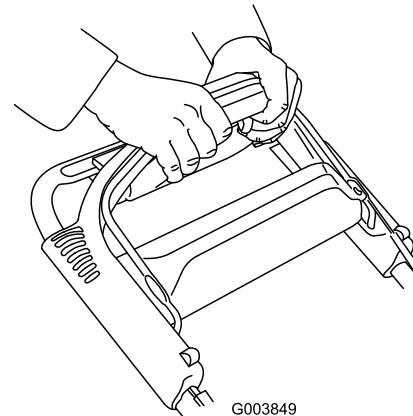

Figura 22
- Apriete los 2 manillares (Figura 22) hasta que el cortacésped alcance la velocidad sobre el terreno deseada.